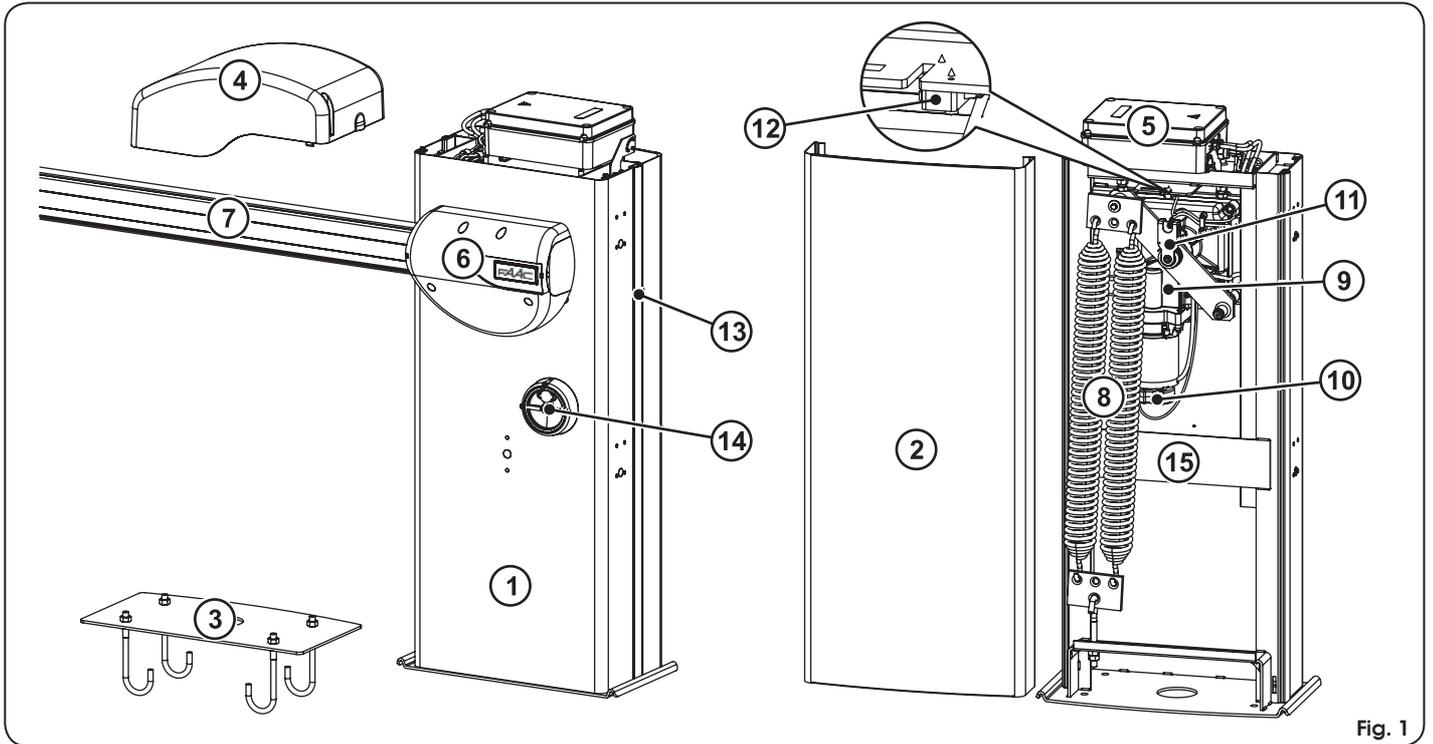

Fig. 1
- Anschlag im Uhrzeigersinn drehen, siehe Angaben in Abb. 1, Bez. ①.
- Die Entriegelungsvorrichtung im Uhrzeigersinn bis zum Anschlag drehen, siehe Abb. 1, Bez. ②.
- Die Stange manuell bewegen, siehe Abb. 1, Bez. ③.